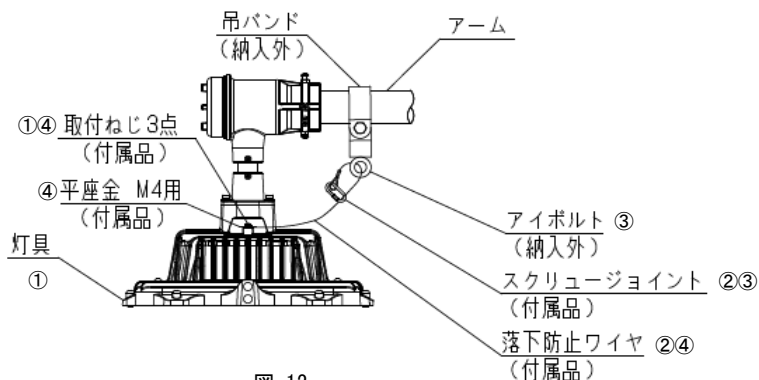

図 12
- ③ 図12のとおり、落下防止ワイヤの他端をアイボルトなど（納入外）に通した後、スクリュージョイントに通します。
- ④ 落下防止ワイヤに付属の取付ねじを使用して、落下防止ワイヤ、平座金、取付ねじの順で灯具に取り付けます。